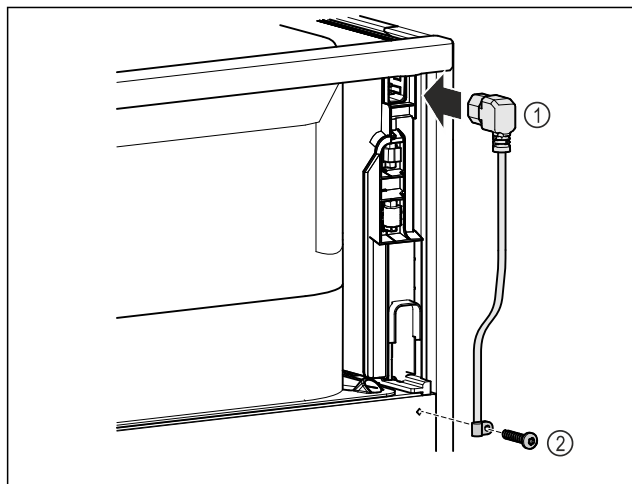

Fig. 9
- ▶ Zapojte zásuvku chladicího zařízení přívodního síťového kabelu Fig. 9 (1) na zadní straně přístroje.
- ▶ Namontujte odlehčení tahu. Fig. 9 (2)